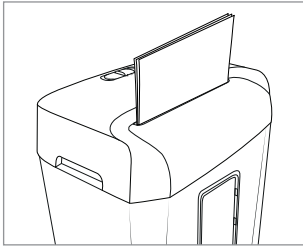

Fig. 2
- ◆ Indfør papiret ovenfra i højformat midt i skæreåbningen **8** (se fig. 2). Produktet starter automatisk og standser igen automatisk, når der ikke indføres mere papir.
- ◆ Hold på skæreenheden **5** i de to integrerede bæregreb **7**, og sæt den på den opsamlingsbeholder **10**, så ledningen **1** vender bagud, og observationsvinduet **9** på den opsamlingsbeholder **10** vender fremad (se fig. 2).